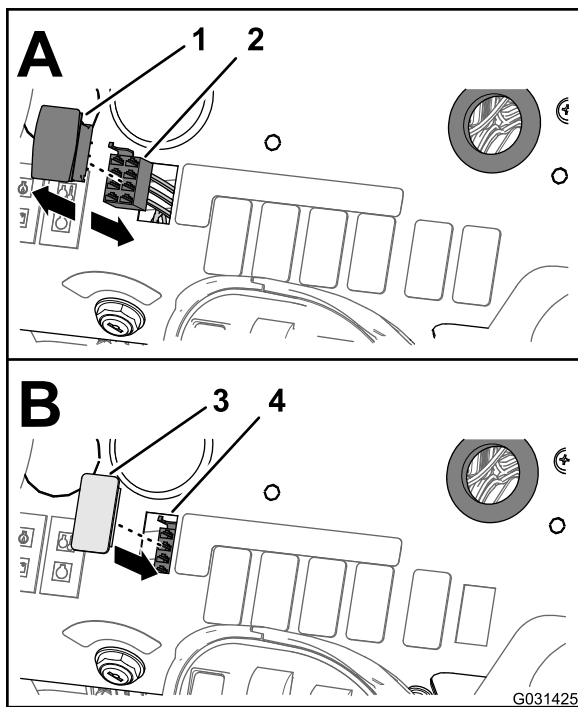

図 60
1. 機体のダッシュパネルの下で、散布レートスイッチをロックしているタブをつまんで、スイッチをダッシュパネルから押し出す 図 60。
2. 機体の前ハーネスの8ソケットコネクタRATE SWITCHというラベルがついているを、スイッチの8ピンコネクタから外す 図 60。
4. ダッシュパネルの穴レートスイッチを外したところに、スイッチプラグを合わせる 図 60。
5. ダッシュパネルにスイッチプラグを押し込む。プラグがパチンと音を立ててはまるまで押し込む 図 60。